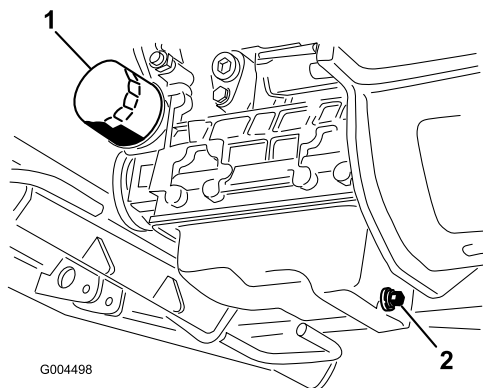

Figure 60
3. Placez un bac de vidange sous le carter en face du bouchon de vidange (Figure 60).
6. Retirez et remplacez le filtre à huile (Figure 60).